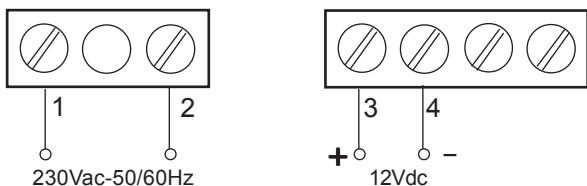

Fig.2
I rivelatori gas devono essere alimentati a 230Vac-50/60Hz attraverso i morsetti 1 e 2, oppure a 12Vdc attraverso i morsetti 3 (+) e 4 (-), (Fig.2). Deve essere previsto un dispositivo per la disconnessione del rivelatore dalla rete di alimentazione, con apertura contatti di almeno 3mm secondo quanto descritto dalla "Normativa Europea CEI EN 60335-1".
**GAMMA** gas detector have to be powered at 230Vac 50/60Hz by the terminals 1 and 2 or with 12Vdc across the clamp 3(+) and 4(-) (Fig. 2). It has to be provided with an device, to be disowned from the detector and the feeding net, with minimun 3 mm contact distance in accordance wit has written in the European Standard EN 60335-1.